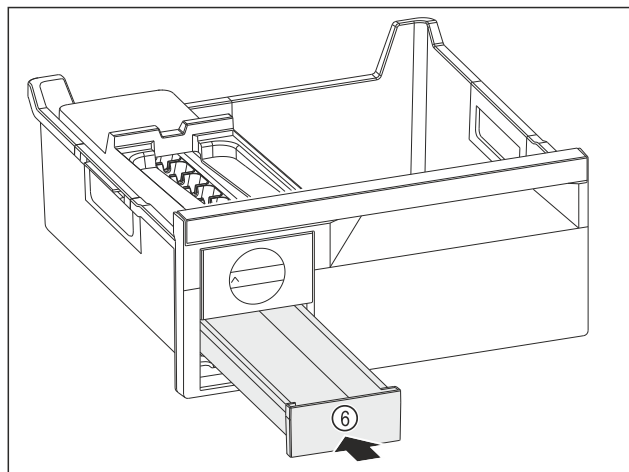

Fig. 117
- ▶ Umetnite Fig. 117 (6) pretinac za kockice leda.